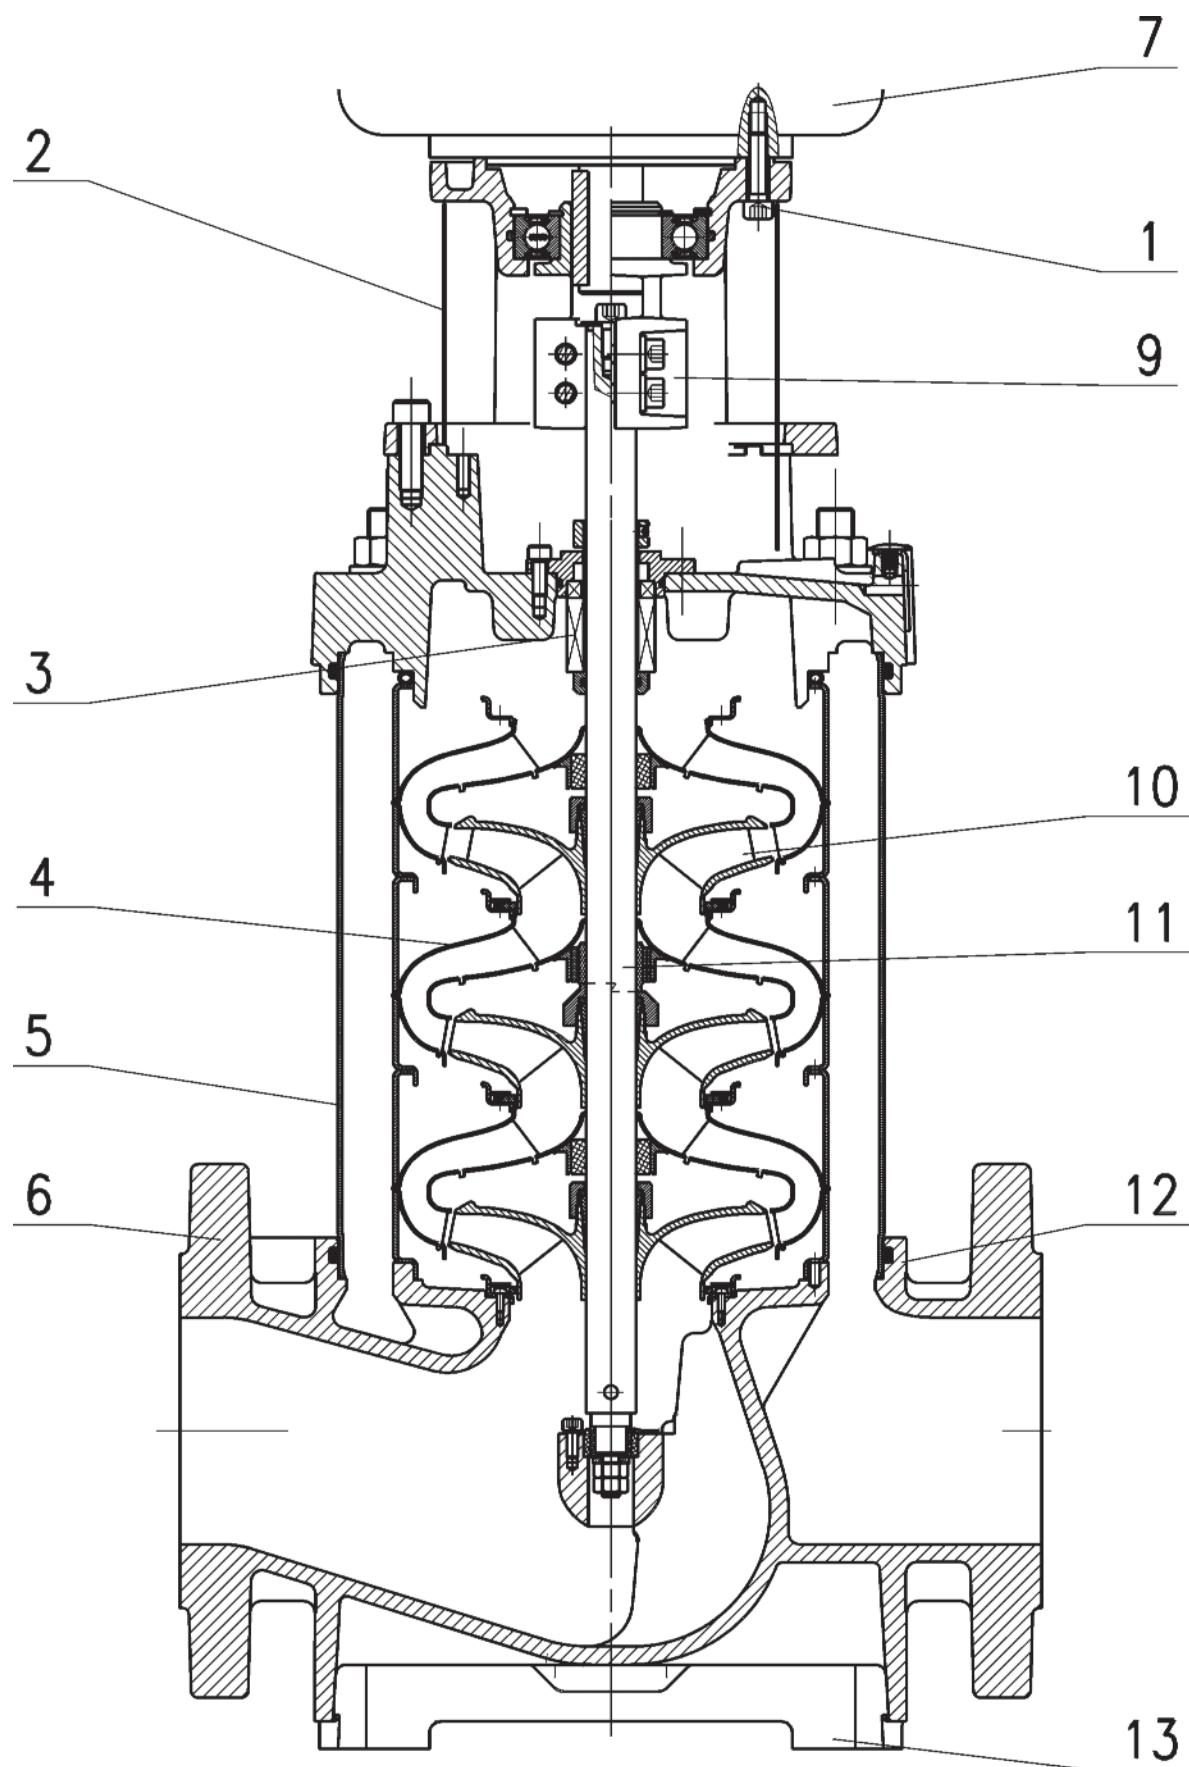

Fig. 2
- устанавливайте насос таким образом, чтобы было достаточно места для обслуживания, ремонта и демонтажа насоса. Насос необходимо устанавливать перпендикулярно на бетонном фундаменте (рис. 2, 3). Между фундаментом и полом необходимо проложить гаситель вибраций (резину) (рис. 2 поз. 13).
При использовании тяжелых насосов следует вертикально над насосом расположить крюк (рис. 2, поз. 12) или грузоподъемный механизм (общий вес насоса: см. каталог/спецификацию). Крюк позволит при проведении обслуживания или ремонта насоса закрепить подъемное устройство или вспомогательные средства. Следует обеспечить свободное пространство не менее 200 мм.